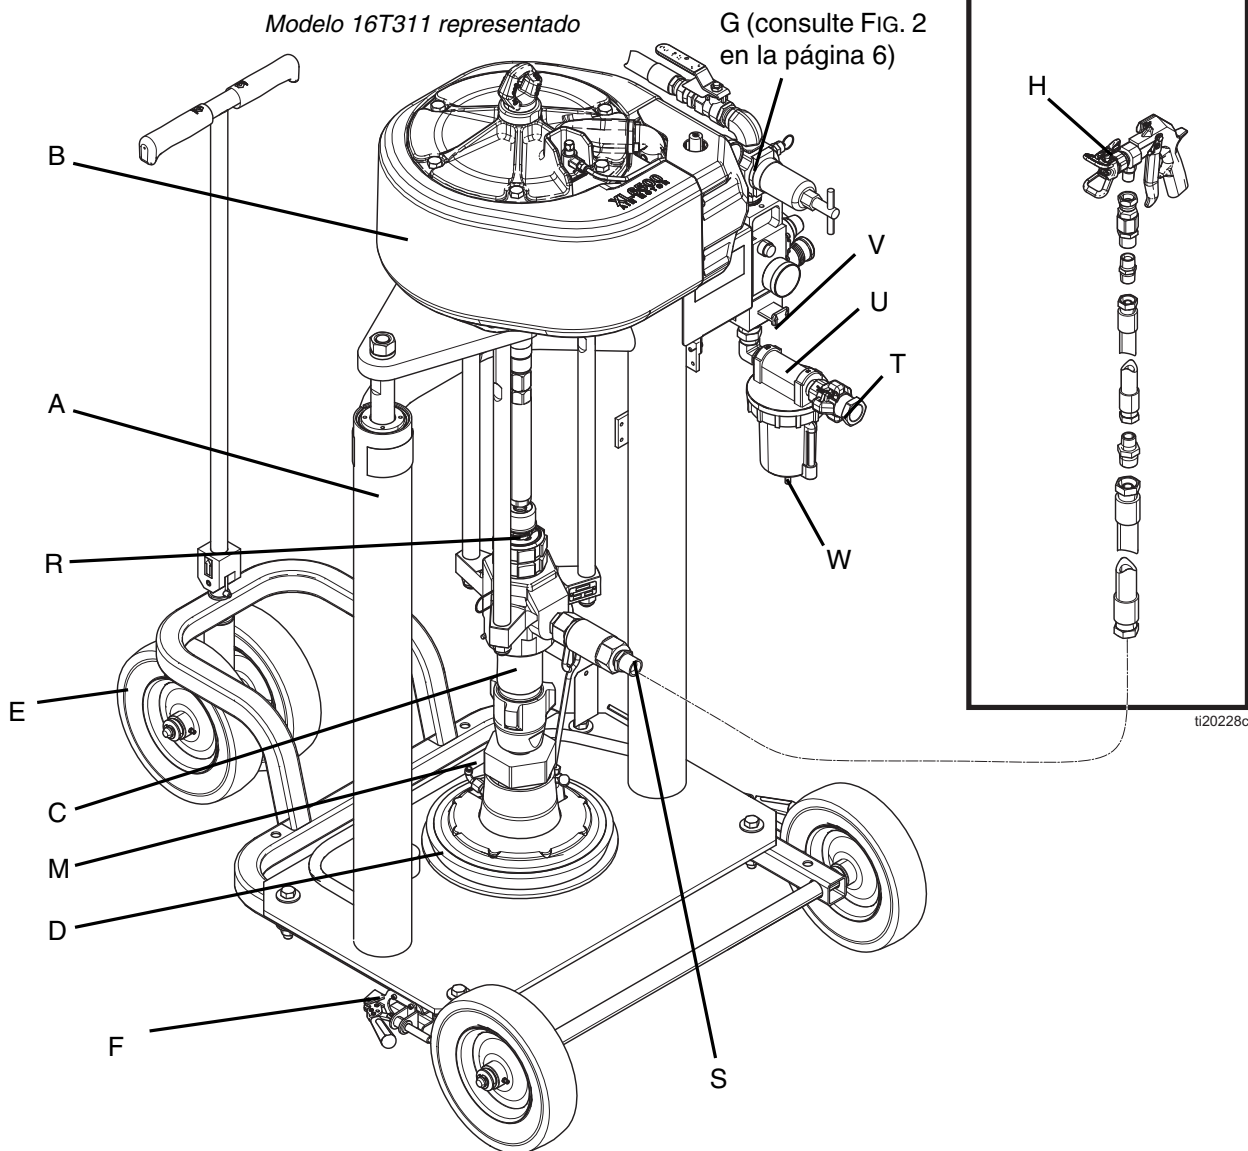

FIG. 1
Consulte FIG. 1 en la página 5.
3. Conecte la tubería de aire de la fuente de aire en la entrada de aire del sistema. Consulte FIG. 1. Use una manguera de suministro capaz de satisfacer el caudal necesario.